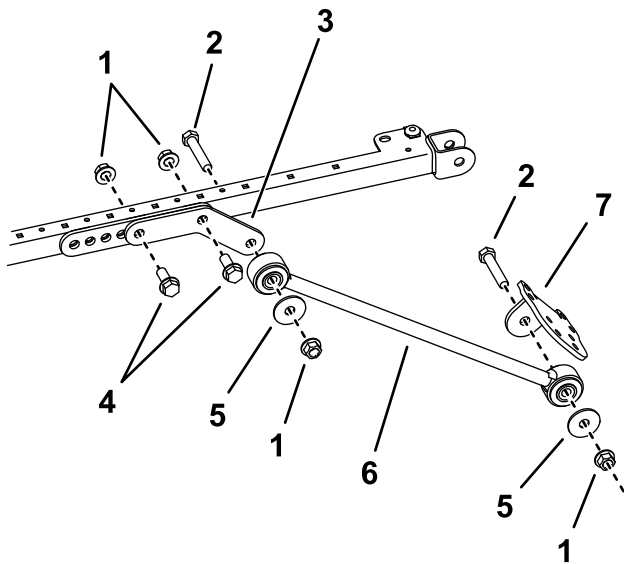

Bild 37
9. Befestigen Sie an jeder Seite des Sonnendachrahmens einen Verlängerungslenker mit zwei Schrauben (1/2" x 1 1/2") und zwei Bundmuttern (1/2") lose in den hinteren und mittleren Löchern der Befestigungshalterung, wie in Bild 37 abgebildet.
Bundmutter ($\frac{1}{2}$ ") an der Außenseite jedes Verlängerungslenkers, wie in Bild 37 abgebildet.
11. Befestigen Sie eine Strebenhalterung mit einer Schraube ($\frac{1}{2}$ " x $2\frac{1}{2}$ "), einer Scheibe ($\frac{1}{2}$ ") und einer Bundmutter ($\frac{1}{2}$ ") an jeder Strebe, wie in Bild 37 abgebildet.